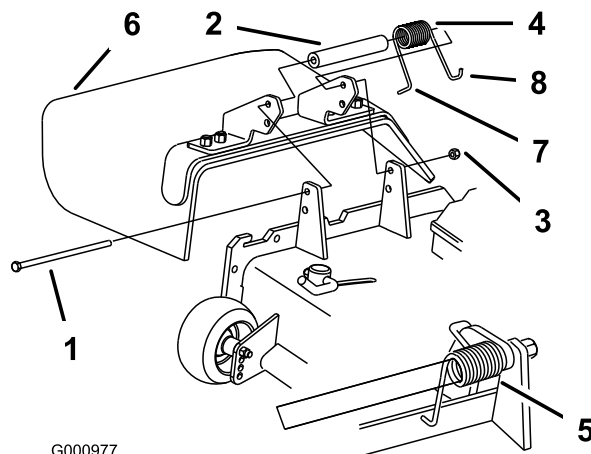

Figura 36
- Retire a porca de bloqueio, o parafuso, a mola e a cunha que fixam o deflector aos apoios de articulação (Figura 36). Se o deflector de relva estiver danificado ou gasto, retire-o.
- Nota:** Certifique-se de que a extremidade em **L** de mola está montada por trás da extremidade da plataforma antes de colocar o parafuso como apresentado em Figura 36.
- Coloque o parafuso e a porca. Coloque a extremidade em gancho **J** da mola em torno do deflector de relva (Figura 36).